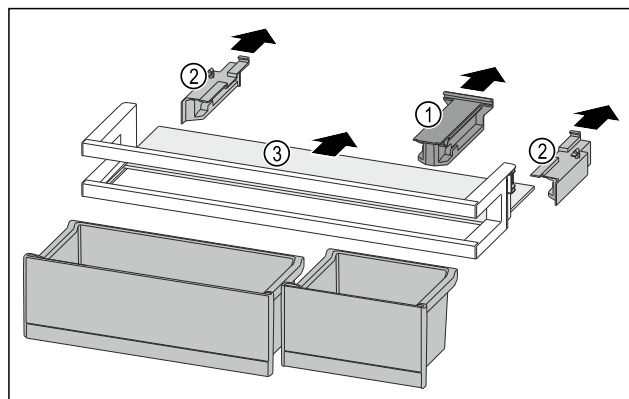

Fig. 248
- Držák Fig. 248 (1) stáhněte.
- Boční díly Fig. 248 (2) stáhněte.
- Odkládací plochu Fig. 248 (3) odeberte.